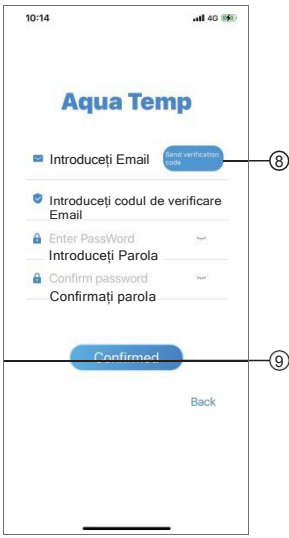

Fig.3 Interfața de resetare a parolei
(Fig.3). Urmăriți instrucțiunile de pe pagină, completați informațiile relevante, faceți clic ⑧ pentru a primi